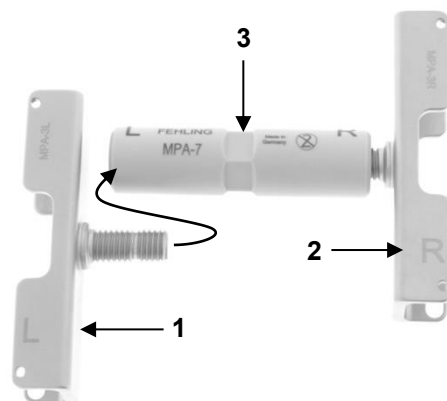

Fig. 13 : Écarteur sternal CALAFIORE avec une lame sternale montée d'un côté
Visser une lame sternale appropriée avec filetage à gauche (1) et une lame sternale avec filetage à droite (2) dans l'écrou en PEEK (3) jusqu'à la butée (fig. 13, flèche incurvée). Aligner le système de manière à obtenir une disposition symétrique.